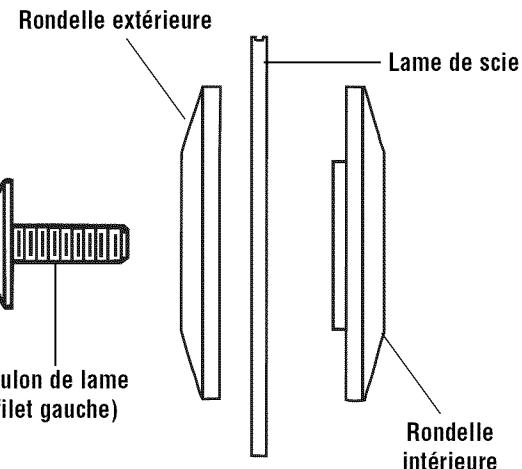

Figure 2. Ferrures de lame
- Retirez le boulon de lame, la rondelle extérieure et la lame. Il n'est pas nécessaire de retirer la rondelle intérieure (Figure 2).